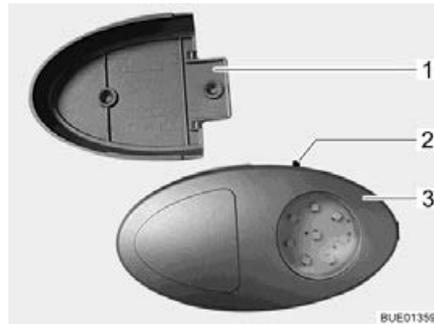

Bild 104 Kleiderschrankleuchte/Taschenlampe
- ▷ Die Kleiderschrankleuchte kann aus der verschraubten Halterung (Bild 104,1) herausgezogen und als Taschenlampe verwendet werden.
Der Ein-/Ausschalter (Bild 104,2) ist direkt an der Kleiderschrankleuchte (Bild 104,3) angebracht.